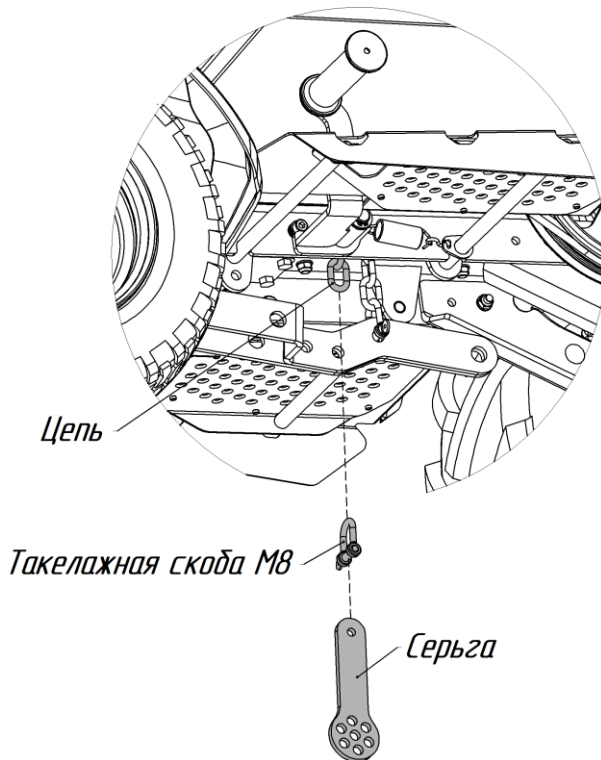

Рисунок 1
1. Присоедините Серьгу к Цепи в нижней части трактора через Такелажную скобу М8 (рисунок 1).